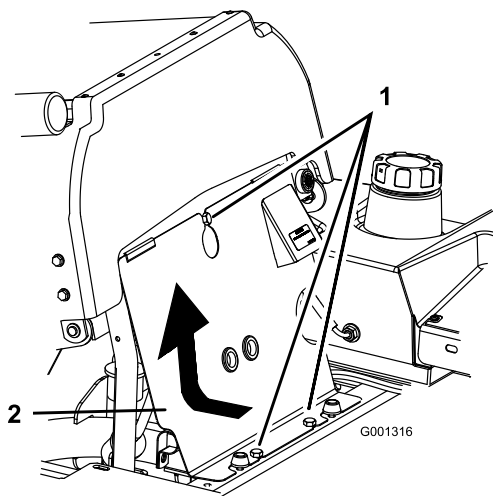

Figura 61
- Inclinate il sedile in avanti, allentate i bulloni e togliete il pannello anteriore del motore (Figura 61).